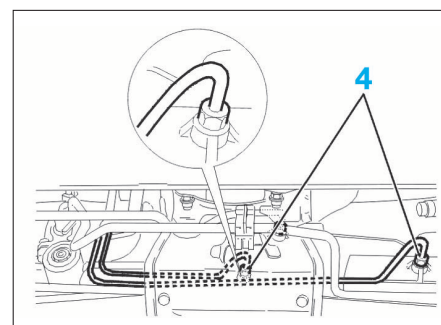

FIG. 23
- Desserrer les raccords (4) sur le vérin de direction (Fig.23).